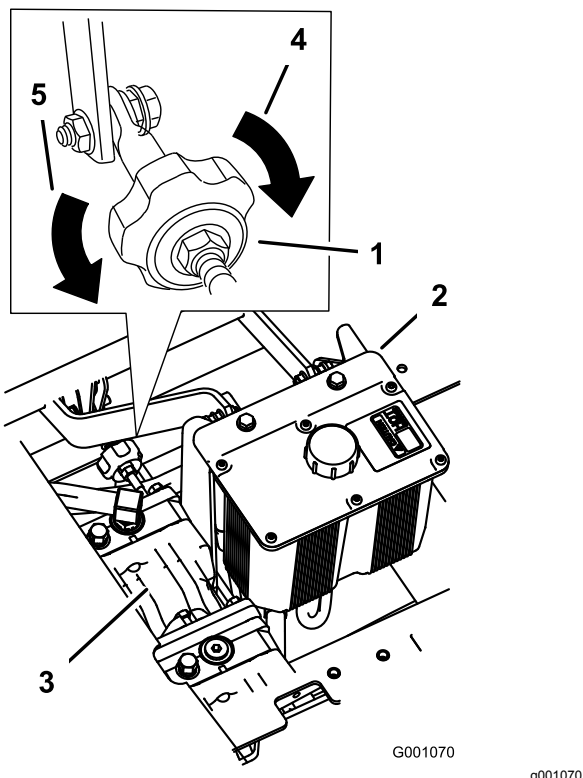

Bild 49
4. Nehmen Sie die Batterie heraus, wie in Bild 49 abgebildet.
4. Wenn die Maschine nach rechts fahren soll, drehen Sie das Handrad zur rechten Seite der Maschine. Siehe Bild 49.
5. Wenn die Maschine nach links fahren soll, drehen Sie das Handrad zur linken Seite der Maschine. Siehe Bild 49.